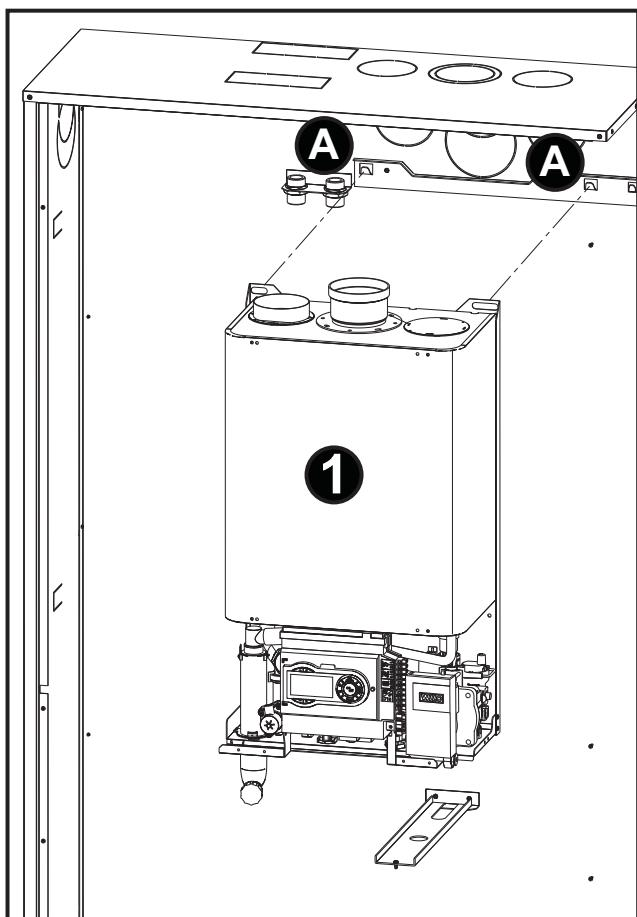

fig. 29
- Aggiicare la **Caldaia (1)** nei punti "A" indicati in fig. 29.